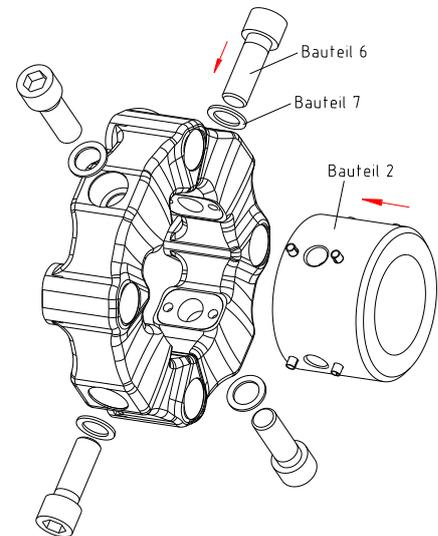

Bild 14: Montage des Elastomerteils an die Nabe radial (Beispiel: Bauart E2HP)
- Schieben Sie das Elastomerteil (Bauteil 1) auf die Nabe radial (Bauteil 2) (siehe Bild 14).